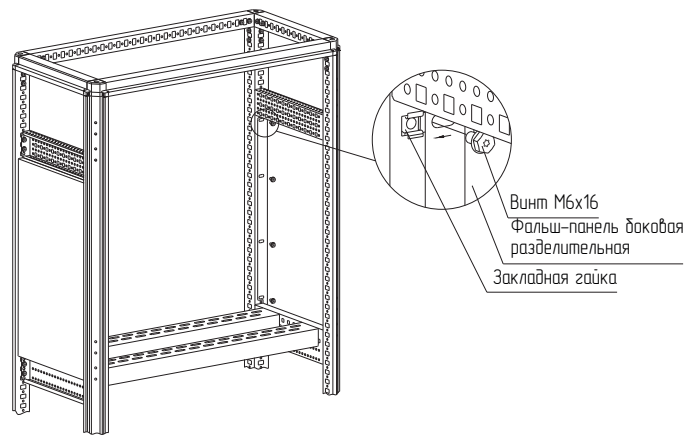

Рисунок 42
– вариант 2. Набором «закладная гайка М6 – винт М6×12 – шайба 6.4». Для этого предварительно установите закладные гайки в квадратные отверстия вертикальных дополнительных стоек и закрепите фальш-панель боковую разделительную винтами М6×16 с шайбами 6.4 (рисунок 42). Момент затяжки – 7 Н·м. Набор крепежа приобретается отдельно.